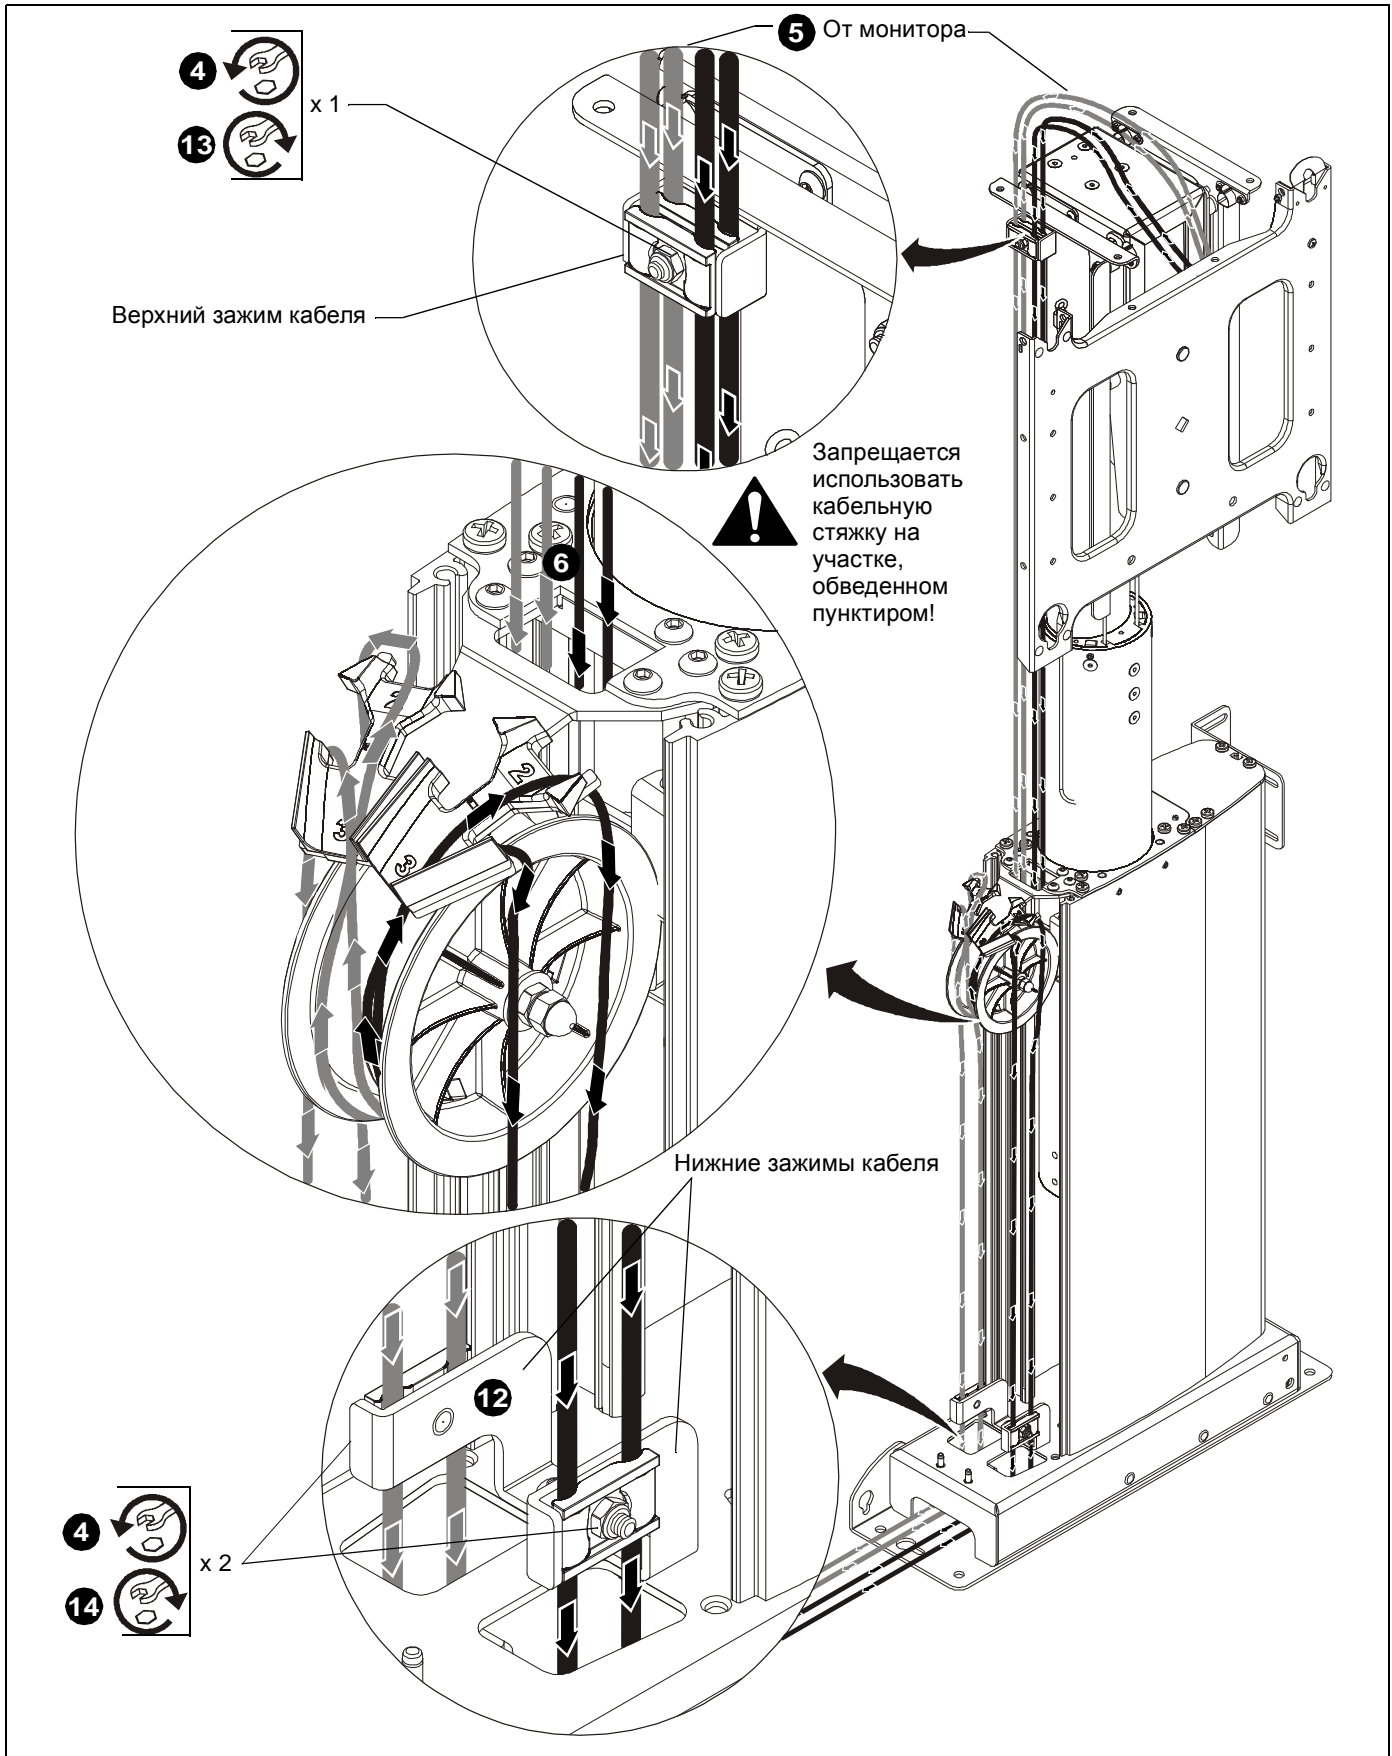
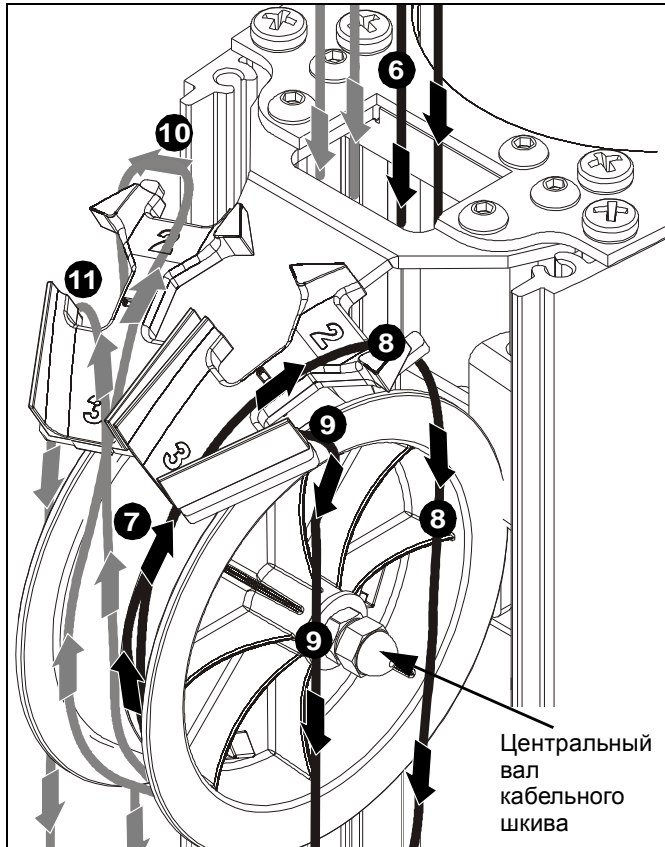

рис. 10
рис. 11
4. Ослабьте три зажима кабеля. (см. рис. 10)
5. Проложите кабель вниз через верхний зажим кабеля. (см. рис. 10) и (см. рис. 11)
6. Проложите кабель вниз через отверстие за кабельный шквив. (см. рис. 10) и (см. рис. 11)
- Убедитесь, что кабели на задней части CM2 (серые) находятся на задней части кабельного шквива. (см. рис. 10) и (см. рис. 11)
- Убедитесь, что кабели на передней части CM2 (черные) находятся на передней части кабельного шквива. (см. рис. 10) и (см. рис. 11)
7. Проложите кабели под кабельным шкивом и заведите их вверх над **верхней частью** кабельного шкива. (см. рис. 10) и (см. рис. 11)
8. Проложите один кабель от передних (черных) зажимов кабеля через отверстие для кабеля № 2 и опустите прямо вниз рядом с центральным валом кабельного шкива. (см. рис. 10) и (см. рис. 11)
9. Проложите один кабель от передних (черных) зажимов кабеля через отверстие для кабеля № 3 и опустите прямо вниз с другой стороны центрального вала кабельного шкива. (см. рис. 10) и (см. рис. 11)
10. Проложите один кабель от задних (серых) зажимов кабеля через отверстие для кабеля № 2 и опустите прямо вниз рядом с центральным валом кабельного шкива. (см. рис. 10) и (см. рис. 11)
11. Проложите один кабель от задних (серых) зажимов кабеля через отверстие для кабеля № 3 и опустите прямо вниз с другой стороны центрального вала кабельного шкива. (см. рис. 10) и (см. рис. 11)
ВАЖНО! Убедитесь, что кабели не согнуты и не перекручены! Кабели с передних (черных) верхних зажимов (см. рис. 10) должны быть спереди кабельного шкива (см. рис. 11) и спереди нижнего зажима кабеля (см. рис. 10). Кабели с задних (серых) верхних зажимов (см. рис. 10) должны быть сзади кабельного шкива (см. рис. 11) и сзади нижнего зажима кабеля (см. рис. 10).
12. Продолжайте прокладку кабелей вниз через нижние кабельные зажимы. (см. рис. 10)
14. Начиная от верхнего кабельного зажима и перемещаясь вниз, удалите все провисания кабелей и затяните нижние зажимы кабелей. (см. рис. 10)